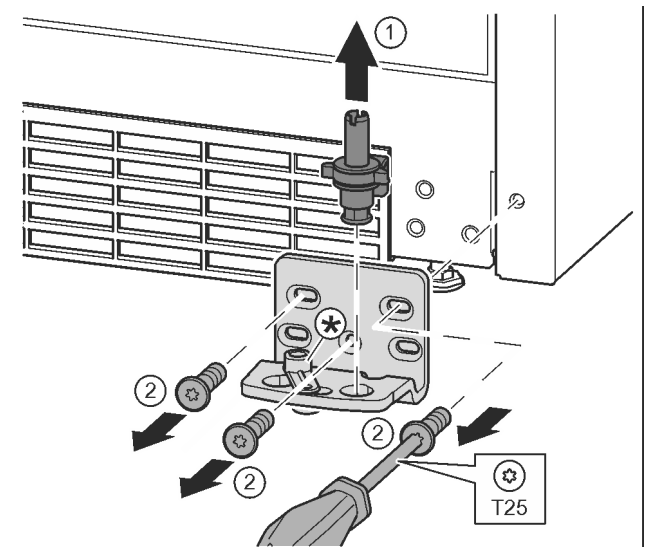

Fig. 15
- ▶ A teljes csapszeget felfelé húzza ki. *Fig. 15 (1)*
- ▶ A T25 csavarhúzóval tekerje ki a csavarokat, és vegye le a csapágybakot. Fig. 15 (2)